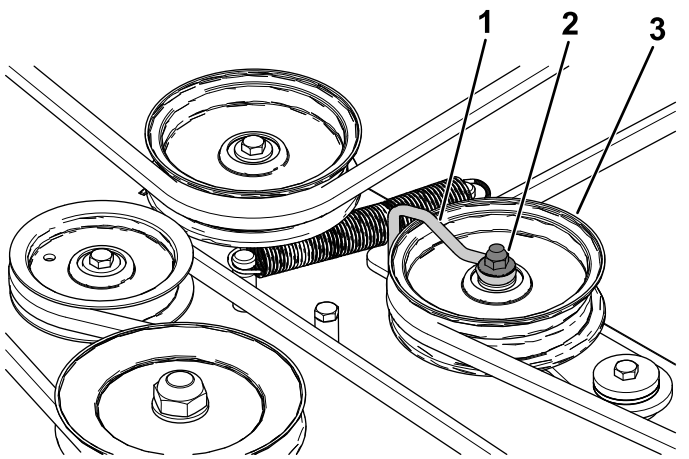

Figura 61
- 6. Slăbii piulia care fixează cablul la roata de antrenare a rolei de ghidare (Figura 61).
- 10. Strângeți slăbii piulia care fixează cablul pe roata de antrenare a rolei de ghidare (Figura 61).
Notă: Poziționați cablul pe braul rolei de ghidare, aa cum este ilustrat în Figura 61.